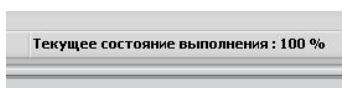

рис.53
- Признаком окончания решения является сообщение как на рис.53.
- Если в окне рис.47 вы включите переключатель “Решение ОК”, то система выполнит численное интегрирование составленной системы ОДУ. Признаком того, что численное интегрирование завершено, является сообщение в поле диагностических сообщений (рис.53).
- Чтобы увидеть этот результат сначала обратите внимание на состояние панели инструментов *Управление анимацией* (рис.55). После того, как численное интегрирование составленной системы ОДУ будет завершено (рис.53), стрелки на рис.55 приобретут красный цвет. Нажмите на стрелочку “Вправо”, и ваш механизм начнет двигаться.